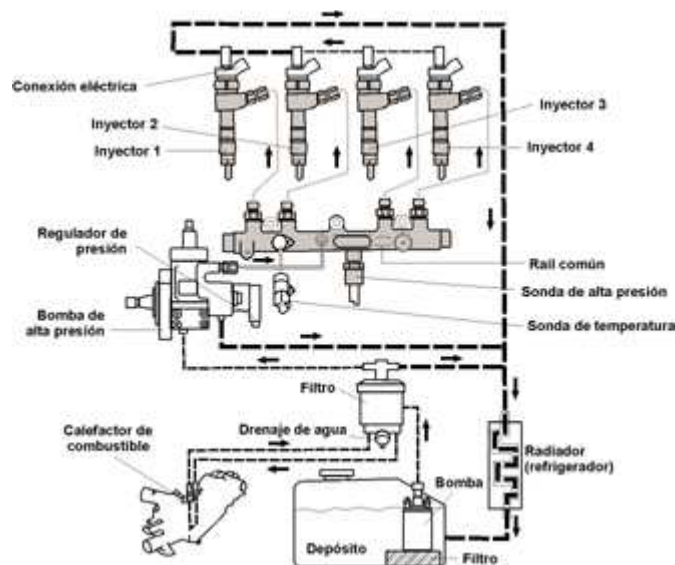

Fig. 43
• **Common rail o sistema de inyección de tubería común (fig. 43)**